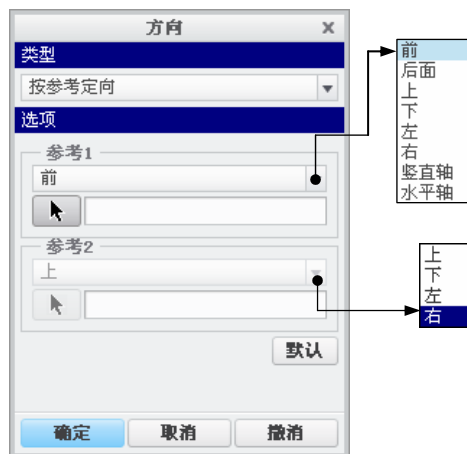

图 10.4.9 “方向”对话框
(2) 系统弹出图 10.4.9 所示的“方向”对话框, 可以按照方法一中同样的操作步骤将模型在空间摆放好, 然后单击 **确定** 按钮 → **关闭** 按钮。